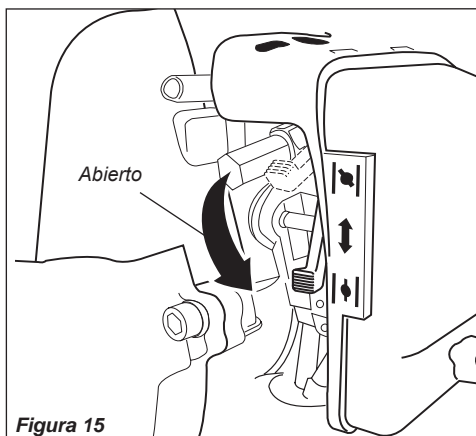

Figura 15
5. Cuando arranque el motor, mueva despacio la palanca del cebador a la posición "OPEN" (abierto). Consulte la figura 15. (Si el motor para después del arranque inicial, cierre la palanca del cebador y vuelva arrancar).